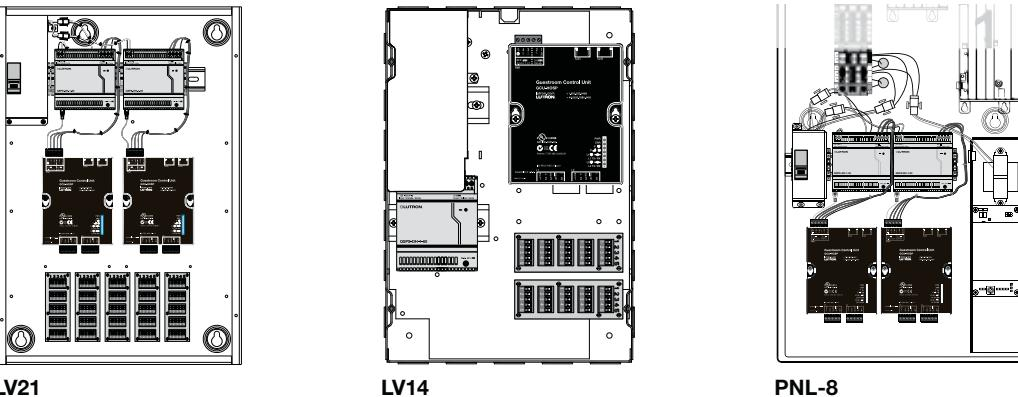

Figura 2 – Cabeamento de alimentação
- Ligação de Energia:** a unidade é energizada pela fonte QSPS-DH-1-60. Conecte o chicote de fios da alimentação ao bloco terminal PWR da unidade de controle de quartos (veja a **figura 2**). Esse chicote tem 4 condutores, 1 PRETO e 3 VERMELHOS. O fio PRETO se conecta ao pino 1 (COM) e um dos fios VERMELHOS se conecta ao pino 2 (P) para alimentar a unidade. Os outros dois fios podem ser conectados aos pinos 3 e 4 (L1 e L2), se os links configuráveis L1 e L2 precisarem de energia. Encapre os fios não usados.
- Conekte o fio terra da unidade de controle de quartos:** coneke a ponta desencapada do fio terra (incluído) ao terminal 5 (\ominus) do bloco terminal PWR. Conecte o terminal forquilha ao painel, usando o parafuso dentado, conforme demonstrado no gabinete LV21, na **figura 2**.